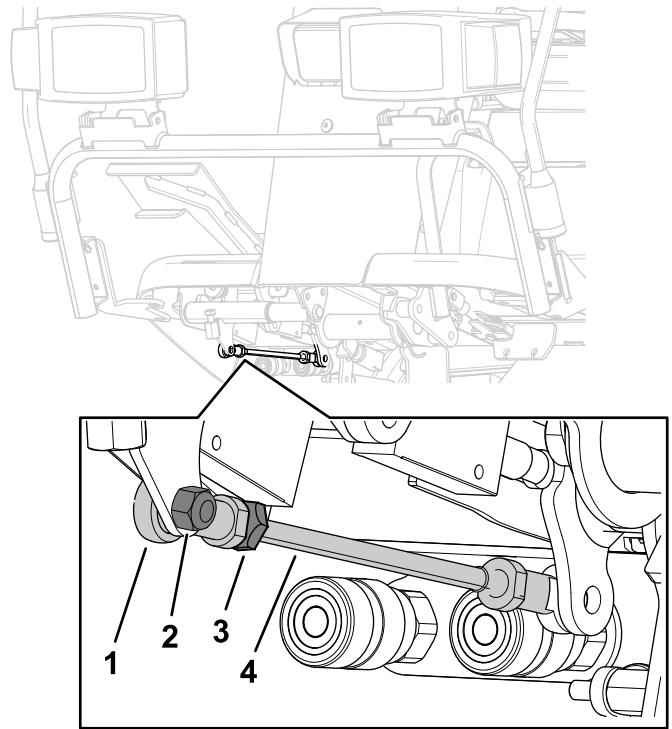

Рисунок 97
- Ослабьте контргайку, которая крепит конец штока к штоку привода (Рисунок 97).
- Затяните контргайку (Рисунок 97) и прикрепите конец штока к педали управления тягой при помощи ранее снятых болта и гайки, чтобы зафиксировать угол установки ножной педали.
Если требуется дополнительная регулировка, отрегулируйте шток привода (Рисунок 97) следующим образом: